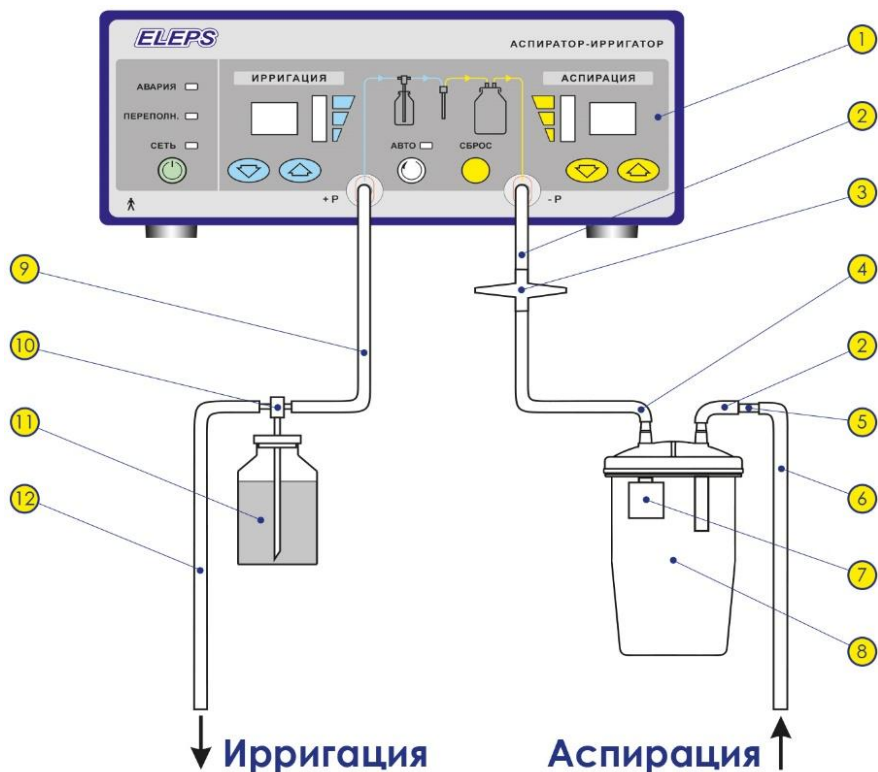

Рисунок 3. Схема подключения аспиратора-ирригатора
Напоминаем о необходимости обязательного подключения гидрофобного фильтра ③ (см. рисунок 3, 4), который защищает аппарат от попадания жидкости в аппарат в случае отказа защитного клапана аспирационных банок.